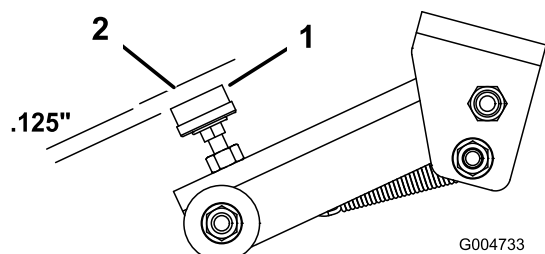

Figura 78
4. Debe haber una holgura entre el amortiguador de goma del tornillo de ajuste (Figura 78) y el cierre de la carcasa de 3 mm. Si se requiere un ajuste, afloje la tuerca del tornillo de ajuste, ajuste el tornillo hasta obtener la holgura necesaria y apriete la tuerca.